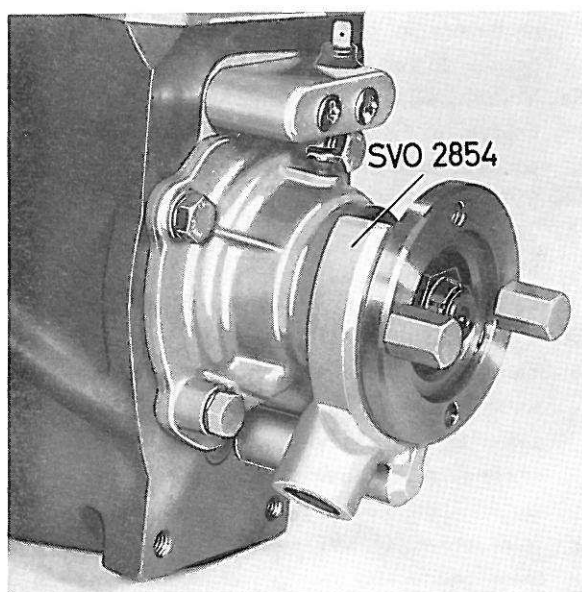
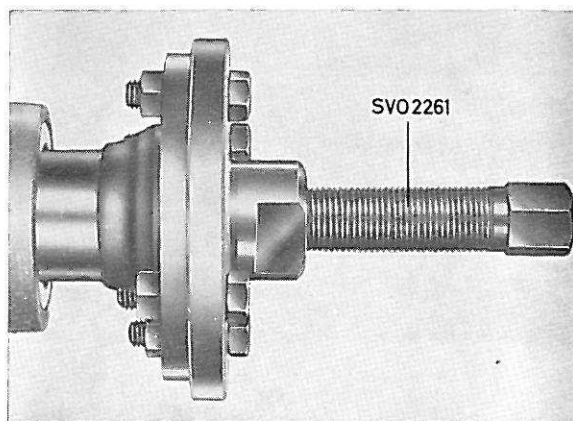

Figure 15. Clé pour flasque d'entraînement
Figure 16. Démontage du flasque d'entraînement
2. Enlever l'écrou du flasque d'entraînement en se servant de la clé SVO 2854 comme pièce d'appui, voir figure 15. Démontez le flasque d'entraînement. Se servir alors de l'extracteur SVO 2261 pour les flasques ronds et de l'extracteur SVO 2262 pour les flasques à fourche en U, voir figure 16.
Enlever l'écrou du flasque d'entraînement. Se servir de la clé SVO 2854 comme outil d'appui, voir figure 15. Démontez le flasque. Se servir de l'extracteur SVO 2261 pour les flasques ronds et SVO 2262 pour les flasques à fourche en U, voir figure 16.